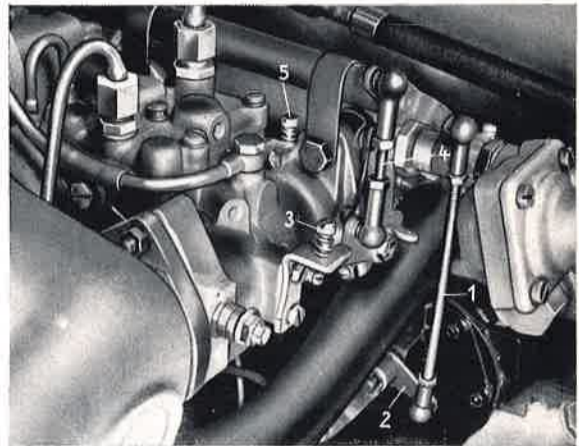

Fig. M 32/4
3. Desatornillar en ambos carburadores los empalmes de las tuberías de alimentación de combustible (6), de derrame de combustible (7), de la cuba y de salida de vapor de gasolina del 1^{er} escalón (véase Fig. M 32/1).
4. Descolgar el resorte de retroceso (3) del varillaje acelerador, quitar de los carburadores las varillas de empuje (5) (véase Fig. M 32/1) y la barra de conexión (1) con la palanca acodada (2) del cárter del cigüeñal (véase Fig. M 32/4).